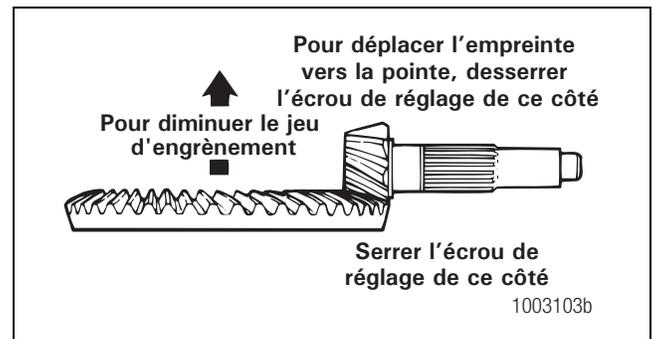

Figure 5.75
- Réduire le jeu d'engrènement pour déplacer la portée vers le talon des dents de la couronne. Figure 5.75.